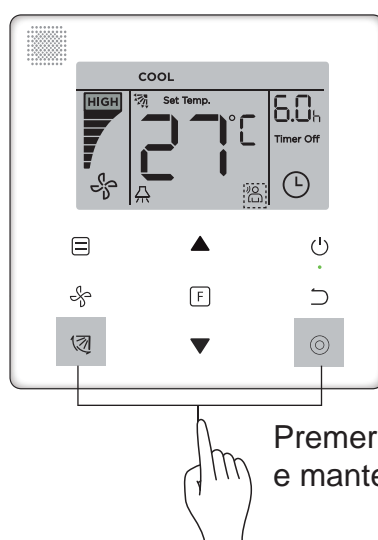

Figura 6.14
- 2) Avvio della funzione **"Follow Me"**: se la funzione **"Follow Me"** non è attiva, premere contemporaneamente i pulsanti  (Swing) and  (Confirm) e mantenerli premuti per 5 secondi per avviare di nuovo la funzione **"Follow Me"**; il display visualizza l'indicatore corrispondente  (vedi Figura 6.14).